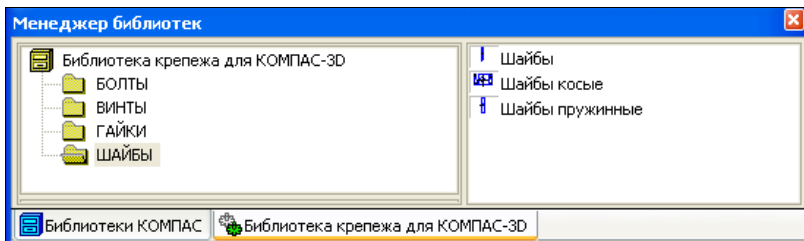

Рис. 26.17. Диалоговое окно **Менеджер библиотек** с раскрытой Библиотекой крепежа для КОМПАС-3D
- ♦ из Строки меню вызовите команду **Сервис ► Менеджер библиотек**. На экране появится диалоговое окно **Менеджер библиотек** с открытыми папками библиотек. Откройте **Библиотеку крепежа для КОМПАС-3D** (рис. 26.17);